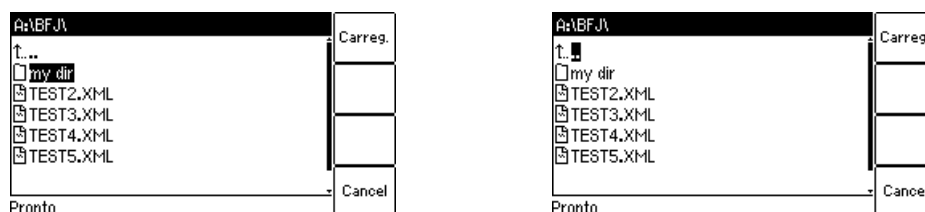

Figura 6-16: Cartão do sistema de arquivos para carregar um relatório
Após selecionar uma das funções de operação de arquivo disponíveis no **Menu de arquivos**, o cartão do sistema de arquivos será exibido mostrando o caminho atual na barra de título e os elementos do sistema de arquivos na área do cartão (consulte a Figura 6-16).
- ▶ Para abrir uma pasta, selecione sua entrada (consulte a Figura 6-16, à esquerda) usando as teclas de cursor e, em seguida, pressione a tecla .